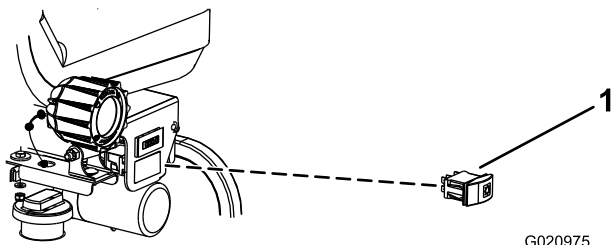

Figura 2
- Alinee el interruptor de las luces con el hueco situado en el lado izquierdo del reborde de la base del asiento (Figura 2).
- Instale el interruptor de las luces en el hueco situado en el lado izquierdo del reborde de la base del asiento (Figura 2).